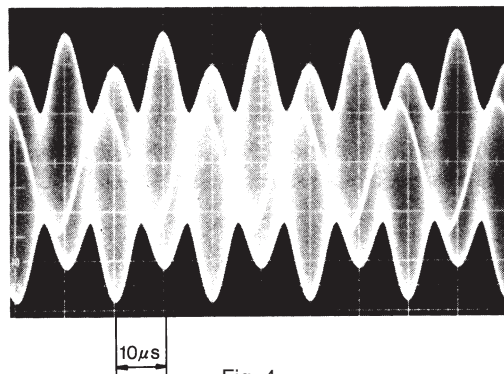
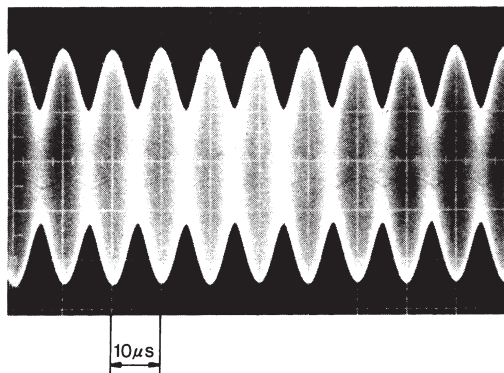
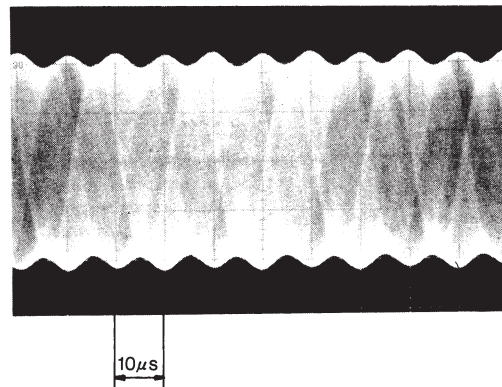

Fig. 4
Fig. 5
Fig. 6
- ③ VR-1ボリュームを右廻し(CW)いっぱい廻し、スケールを移動させるとFig.4に示すような波形が観測されます。この時、VR-4ボリュームを調整してFig.5に示すように、隣り合う山の高さを均一にします。(これをDCバランス調整といいます。)PM信号の最小振幅が $0.5\text{Vp-p}$ 以下になると、アラーム機能が動作することがあります。
- ④ VR-1ボリュームを左廻し(CCW)いっぱい廻し、スケールを移動させると、③と同様にFig.4に示すような波形が観測されます。この時、VR-5ボリュームを調整してFig.5に示すように、隣り合う山の高さを均一にします。
- ③④の調整を交互に数回繰り返し、VR-1ボリュームの回転によって隣り合う山の高さがずれなくなるまで調整してください。
- ⑤ VR-1ボリュームを中心付近に設定し、スケールを移動させるとFig.6に示すような波形が観測されます。この時VR-3ボリュームを調整し、エンベロープリップルが最小になるようにします。また、VR-1ボリュームも微調整しエンベロープリップルが最小になるようにします。